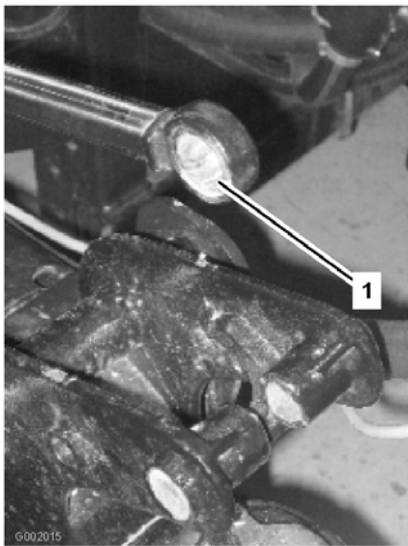

Bild 45
5. Drehen Sie das Lagerende der Aktuatorstange und schmieren Sie Schmiermitteln in das Lager (Bild 45). Wischen Sie überflüssiges Fett ab.